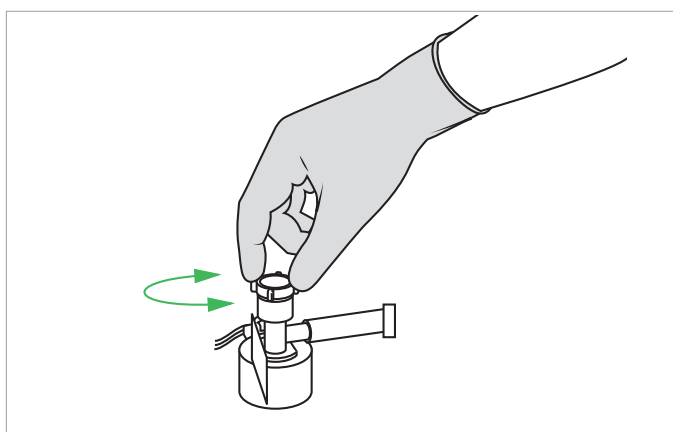

**Figure 56**
8. Déposer le capot A. Voir la section Figure 56.